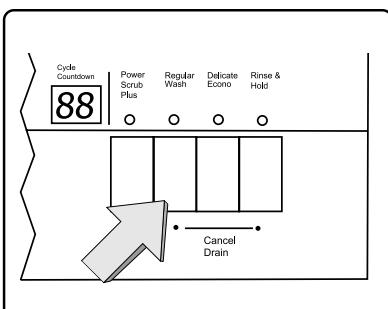

Figure 35/Illus. 35
1. Press and hold the left-most of the two buttons labelled "Cancel Drain", as shown in Figure 35, then press and hold the On/Off button. When the LED display shows a "0" or a "1", release both buttons. The light above the left-most "Cancel Drain" button will begin to flash.
- Presser et maintenir les deux touches à gauche «Cancel Drain» comme à la figure 35, puis presser et maintenir la touche marche-arrêt. Lorsque l'affichage DEL indique un «0» ou «1», relâcher les touches. Le voyant au-dessus des touches à gauche clignotent.
- Pulse y oprima el botón a la izquierda de los dos rotulados «Cancel Drain», como muestra la Ilustración 35, después pulse y oprima el botón On/Off. Cuando el indicador LED muestra un «0» o «1», deje de oprimir ambos botones. La luz encima del botón «Cancel Drain» a la izquierda empezará a brillar intermitentemente.